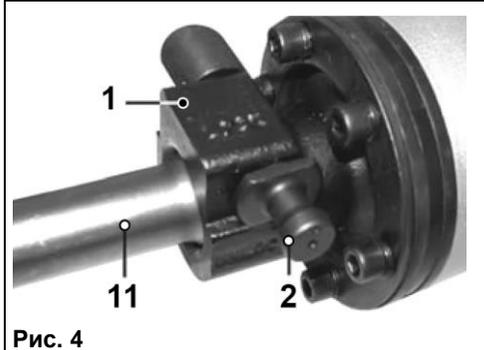

Рис. 4
8.1.4. Преодолевая усилие пружины, оттяните фиксатор муфты (2) на себя, и удерживая в этом положении, поверните на 180° и отпустите фиксатор (2), Рис. 4.